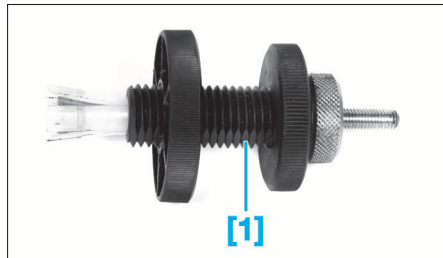

FIG. 1
- Monter le mécanisme et centrer le disque à l'aide de l'outil de centrage universel [1] (Fig.1).